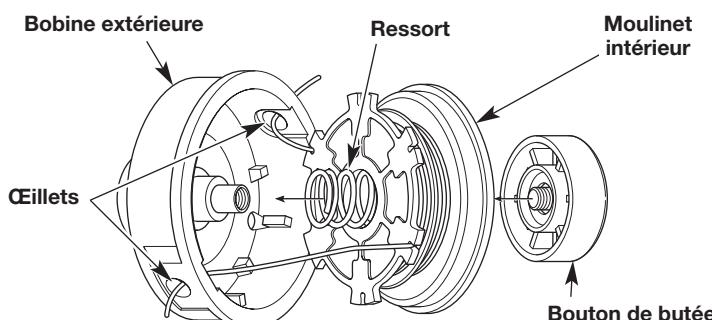

Fig. 17
- Passez les deux extrémités du fil à travers les œillets situés sur la bobine extérieure. Placez le ressort à l'intérieur du moulinet. Insérez le moulinet dans la bobine extérieure. Poussez ensemble le moulinet et la bobine extérieure (Fig. 17).